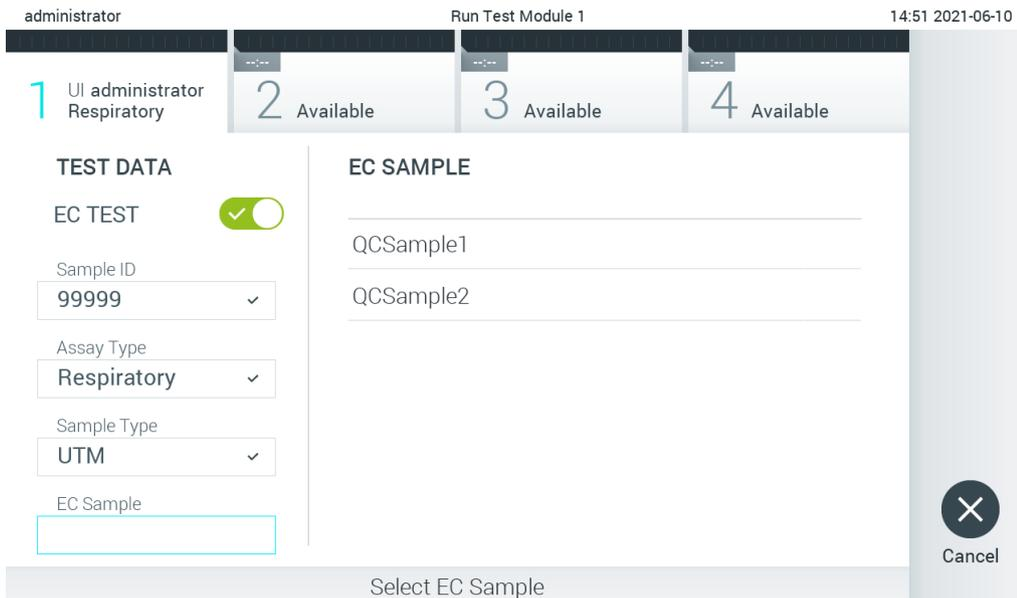

Figura 92. Selecionando amostra de EC (CE).
6. Selecione a amostra de EC (CE) apropriada a partir da lista. Somente as amostras de EC (CE) para o tipo de ensaio selecionado são exibidas (Figura 92).